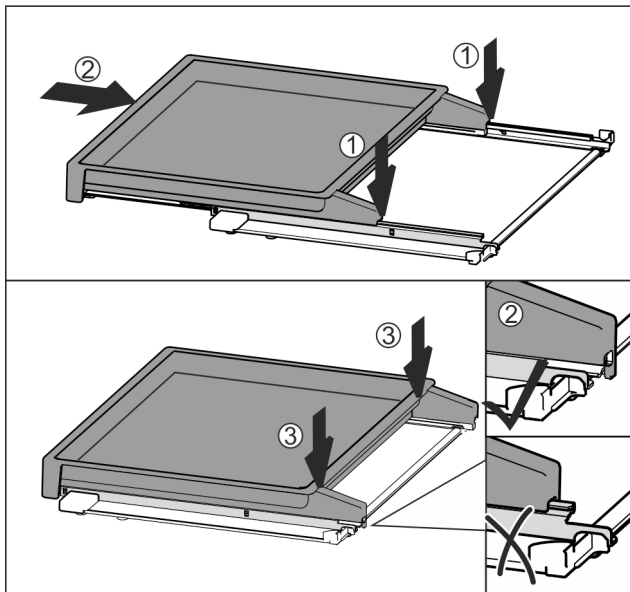

Fig. 116
- ▶ Поставете в средата върху релсите Fig. 116 (1).
- ▶ Вкарайте изцяло изтеглящата се дъска Fig. 116 (2).
- ▶ Натиснете от задната страна, докато се фиксира с щракване Fig. 116 (3).